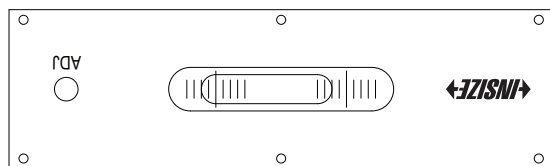

Fig.8
- c) Ruotare la livella di 180° e farla scorrere nella stessa posizione della superficie (Fig.8).